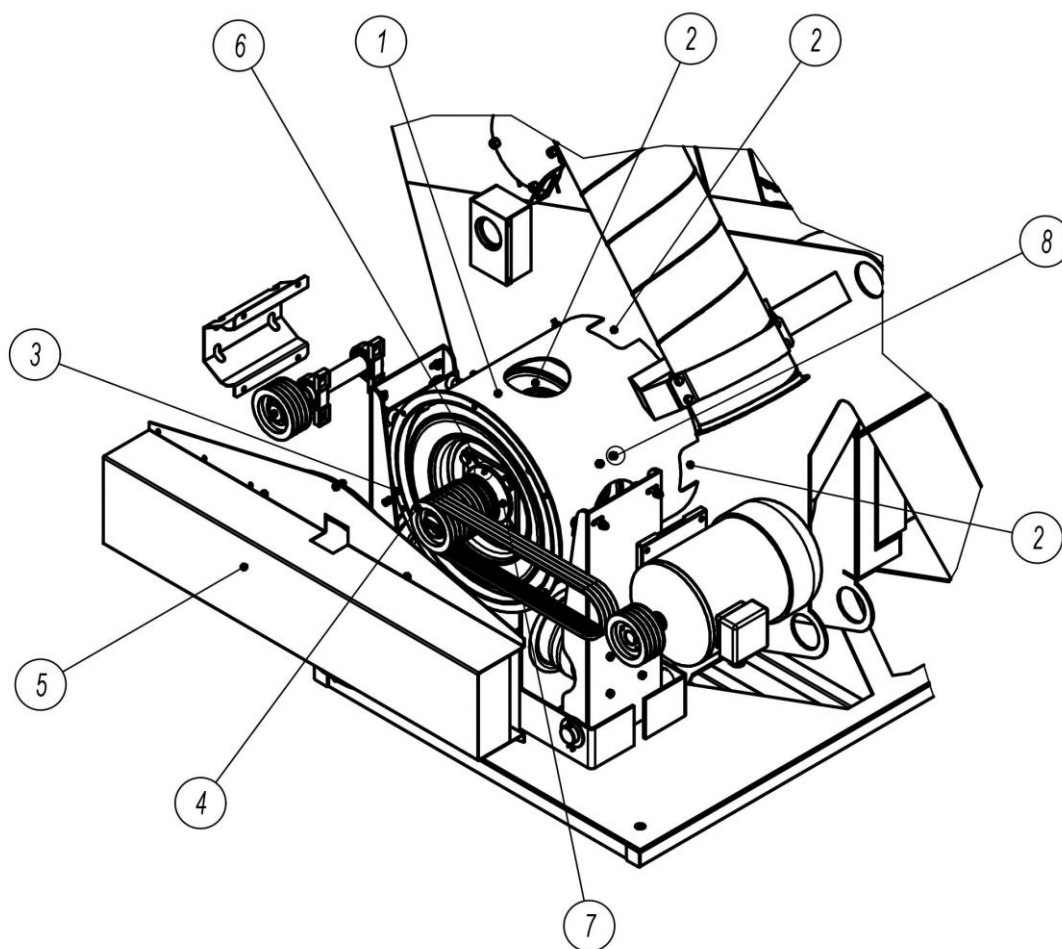

Рис.5.а
Узел амортизации ротора-ускорителя (Рис.5.а) состоит из: обечайки (1) с окнами обслуживания (2), торцевой крышки (3), амортизационного блока (4), кожуха клиноременной передачи (5), пресс-масленок (6) повторной смазки подшипников (7), дистанционных рамок (не показаны), которые установлены внутри обечайки (1) и прикреплены к ней болтами (8).
Амортизационный блок (Рис.5.б) узла амортизации ротора-ускорителя (Рис.5.а) состоит из: колесных дисков (1), с установленными на них подшипниковыми опорами UKF 218 Н (2), камерных шин 175 R 16 С (3) с ниппелями подкачки (4), вала (5) привода ротора-ускорителя, ведомого шкива (6).
Система амортизации ротора-ускорителя работает следующим образом: воздух насосом через ниппели (Рис.5.б, поз. 4) накачивается в камерные шины (Рис.5.б, поз. 3), которые удерживаются от смещения дистанционными рамками и торцевой крышкой (Рис.5.а, поз. 4). С увеличением давления воздуха жесткость камерных шин увеличивается. Давление воздуха в камерных шинах должно составлять 1.5 кгс/см^2 . При чрезмерном увеличении давления в камерных шинах может появиться вибрация на корпусе изделия, при недостаточном давлении шины могут проворачиваться внутри обечайки.